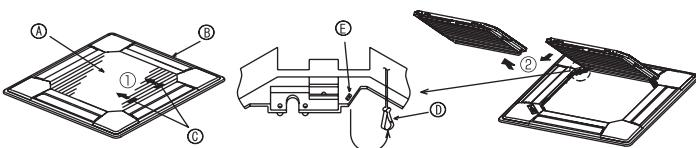
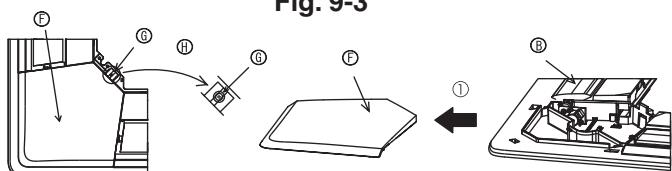

Fig. 9-3
Fig. 9-4
9.2.1. Remoção da grelha de admissão (Fig. 9-3)
- Deslize as alavancas na direcção indicada pela seta ① para abrir a grelha de admissão.
- Com a grelha de admissão na posição "aberta", retire a dobradiça da grelha de admissão da grelha tal como indicado pela seta ②.
9.2.2. Remoção do painel de canto (Fig. 9-4)
- Retire o parafuso do canto do painel de canto. Deslize o painel de canto tal como indicado pela seta ① para remover este painel.
[Fig.9-3] [Fig.9-4]